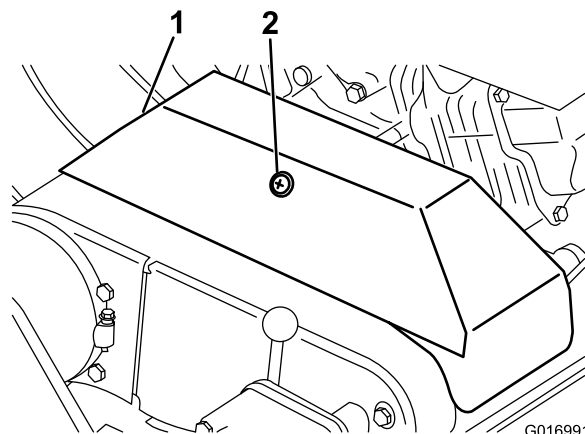

図 39
2. V ベルトカバーを固定しているリテーナをゆるめて、カバーを開ける（図 39）。
2. V ベルトカバーを固定しているリテーナをゆるめて、カバーを開ける (図 39)。